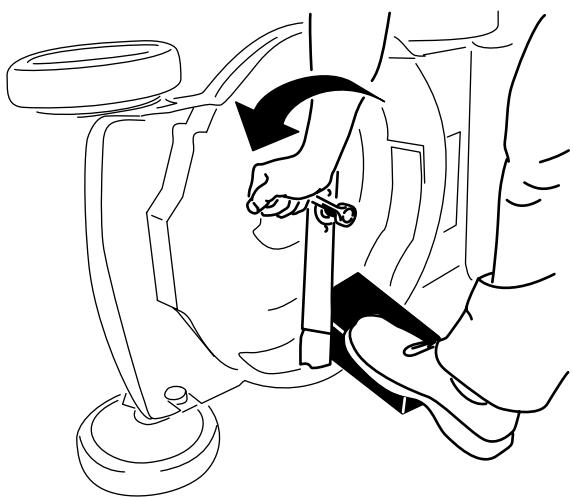

Figura 26
3. Utilisez un bloc de bois pour tenir la lame fermement (Figura 26).